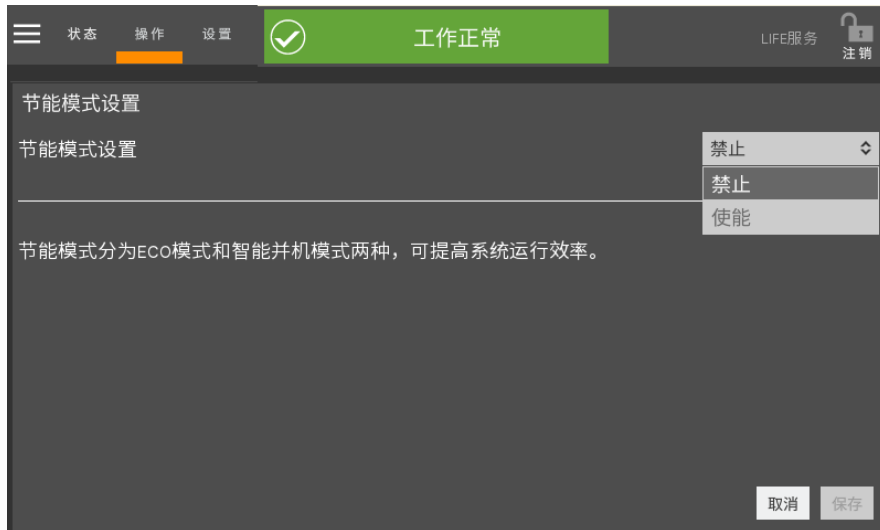

图4-26 访问状态表设置
- 2) 在弹出的列表中选择需要显示的数据项（见图 4-26）。